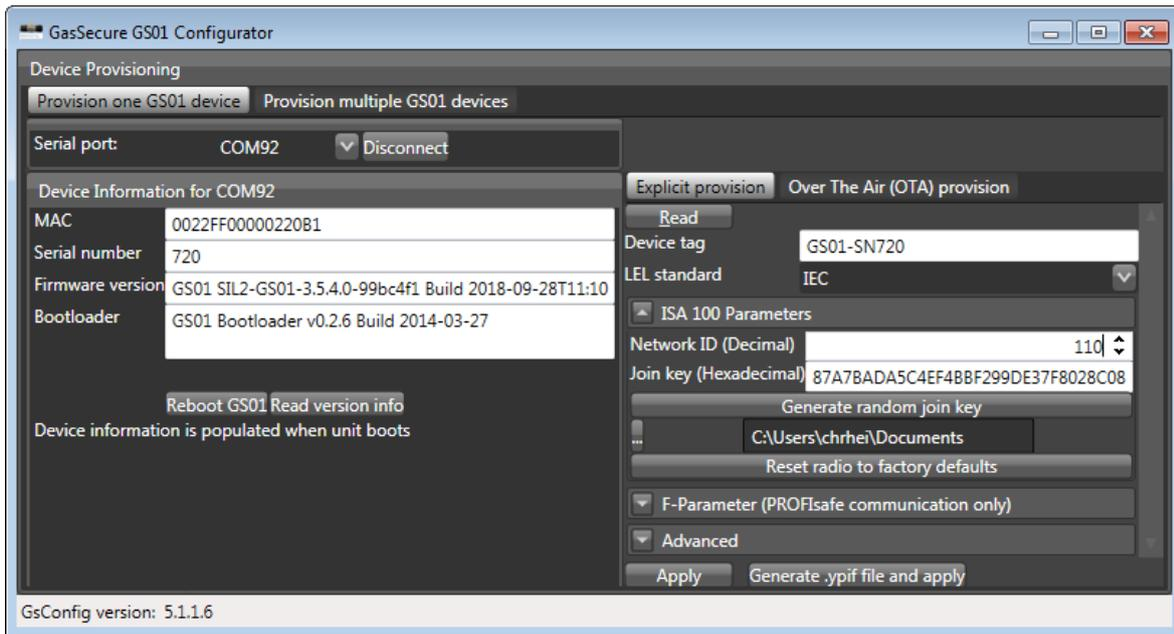

Abbildung 3-1: GS01 Configurator
- b) Den GS01 Configurator starten und den richtigen COM-Anschluss auswählen. Den Standardmodus „Provision one GS01 device“ beibehalten. Auf die Schaltfläche „Connect“ klicken. Die Geräteinformationen (siehe Abbildung 3-1) sollten angezeigt werden. Auf „Read version info“ klicken, wenn die Geräteinformationen nicht automatisch angezeigt werden. Durch Klicken auf die Schaltfläche „Read“ wird der aktuelle Bereitstellungsstatus des Geräts angezeigt. „Explicit provision“ beibehalten.
- c) Die Geräteerkennung⁵ und die erforderliche Netzwerk-ID in Dezimalformat⁶ eingeben, siehe Abbildung 3-1.
- Den GS01 Configurator starten und den richtigen COM-Anschluss auswählen. Den Standardmodus „Provision one GS01 device“ beibehalten. Auf die Schaltfläche „Connect“ klicken. Die Geräteinformationen (siehe Abbildung 3-1) sollten angezeigt werden. Auf „Read version info“ klicken, wenn die Geräteinformationen nicht automatisch angezeigt werden. Durch Klicken auf die Schaltfläche „Read“ wird der aktuelle Bereitstellungsstatus des Geräts angezeigt. „Over The Air (OTA) provision“ auswählen.